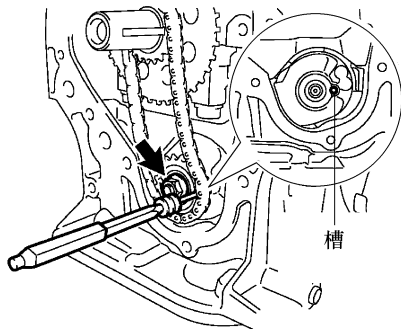

图 1-197 锁止机油泵齿轮
② 将一根直径为 4mm 的钢条插入机油泵驱动轴齿轮的调节孔内，将齿轮锁止入位，然后拆下螺母，见图 1-197。